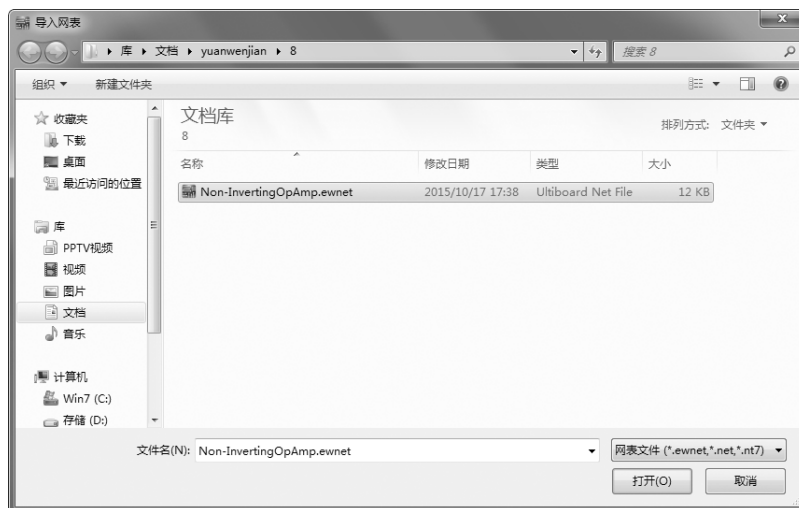

图 11-61 导入文件
1) 选择菜单栏中的“转移”→“从正向文件注解”命令，系统将对原理图生成的 PCB 网络报表进行导入，如图 11-61 所示。